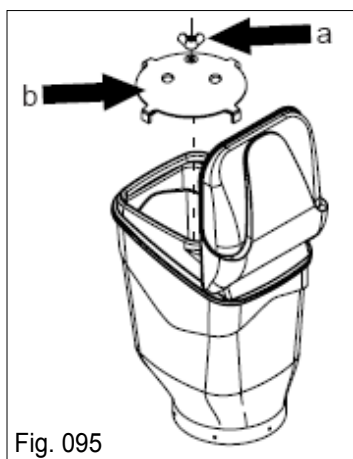

Fig. 095
Para efetuar o plantio de arroz é necessário efetuar o troca do defletor - tipo chapéu chinês "B" (Fig. 095) pelo defletor de chapa "A" (Fig. 115). Para efetuar a substituição proceda da seguinte forma:
- Solte a porca borboleta "A" e retire o defletor "B" (Fig. 095);